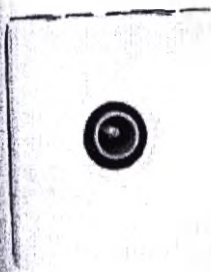

Рисунок 7.
7. Розетка для ТВ (не более 10 шт.). Для подключения телевизионного оборудования (Рисунок 7).